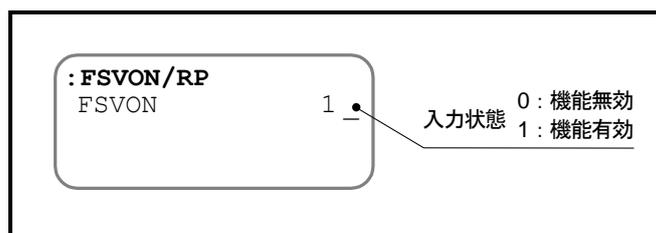

図 7-26：機能モニタの表示例
- たとえば、「図 7-26：機能モニタの表示例」の例では SVON 入力：サーボオン の入力状態をモニタしています。仮に SVON 入力が B 接点であったとしても、「1」でサーボオン入力が有効であるということを示しています。